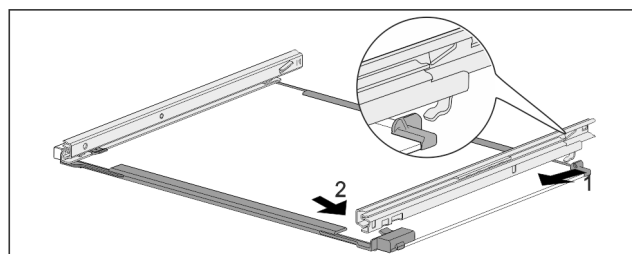

Fig. 228 Staklena ploča s vodilicama
- Zakvačite vodilicu sa stražnje strane. Fig. 228 (1)
- Uglavite vodilicu s prednje strane. Fig. 228 (2)